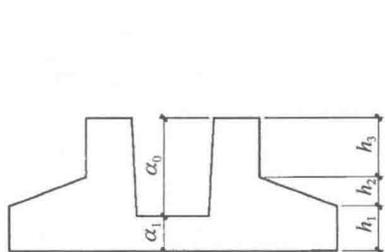
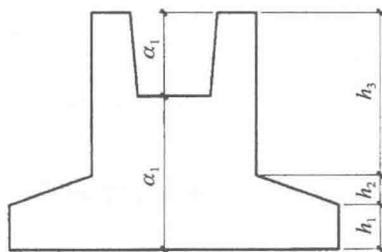

图 1-6 坡形截面杯口独立基础竖向尺寸
图 1-7 坡形截面高杯口独立基础竖向尺寸
b. 坡形截面。当基础为坡形截面时，注写方式为“ $a_0/a_1, h_1/h_2/h_3/\dots$ ”，如图 1-6、图 1-7 所示。